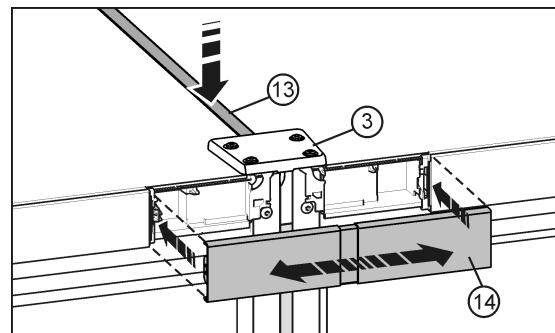

Fig. 28
- ▶ Sur la face supérieure, pousser la baguette courte Fig. 28 (13) dans la fente. La baguette doit affleurer sur la face avant avec la plaque de jonction Fig. 28 (3).
- ▶ Faire encliquer le cache Fig. 28 (14) sur l'espace encore ouvert des deux caches du panneau de commande. Veiller à ce que les parois extérieures du cache affleurent avec les caches du panneau de commande. A cet effet, le cache est télescopique.